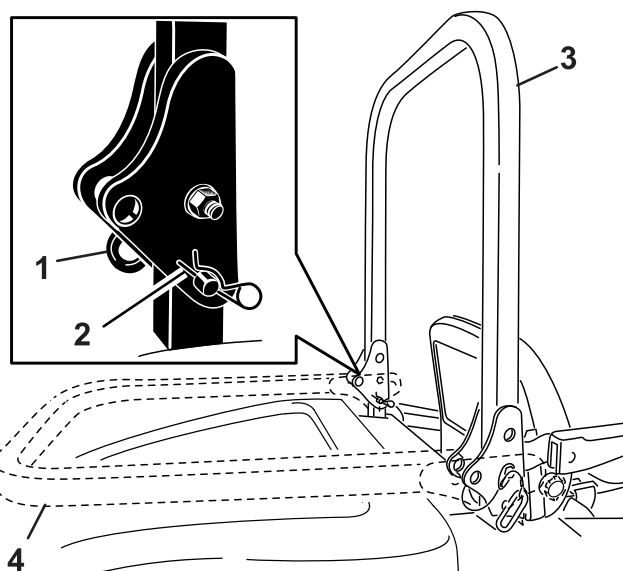

Рисунок 20
1. Установите защитную дугу в поднятое положение, а затем снимите игольчатые шплинты и извлеките два штифта (Рисунок 20).